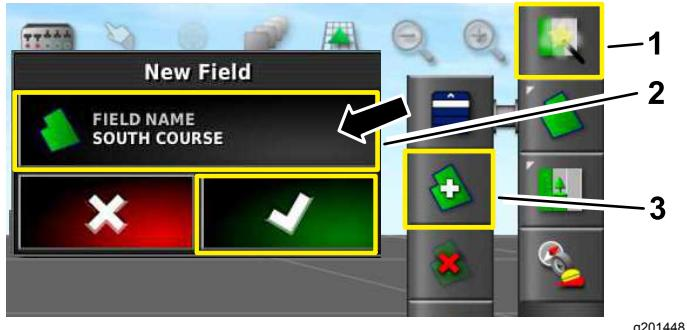

Figura 3
2. Selezionate il nome dell'area, nominate l'area e confermate (Figura 3).